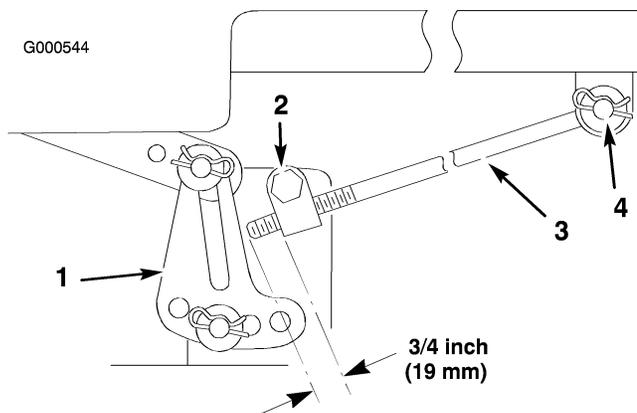

Figura 46
- Misurate la sporgenza dell'asta dal blocco di regolazione ai lati del telaio (Figura 46).
dell'asta di regolazione (Figura 46) e girate l'asta fino ad ottenere la lunghezza di 19 mm.